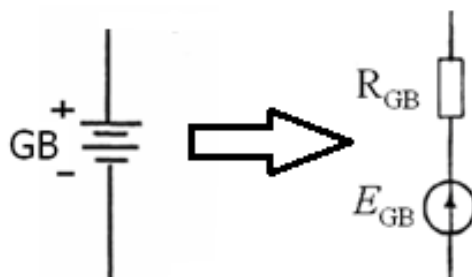

Рис. 3.1
2) Реальные источники постоянной ЭДС (аккумуляторы, генераторы постоянного тока) замещаются участком цепи, содержащим идеальный источник ЭДС и идеальный резистивный элемент, сопротивление которого равно внутреннему сопротивлению источника, как показано на рис.3.1. При этом, направление стрелки в идеальном источнике ЭДС соответствует направлению от «минуса» реального источника к его «плюсу».